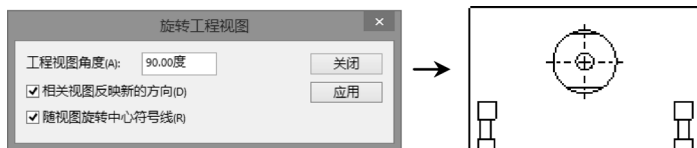

图 7-74 “旋转工程视图”对话框和视图旋转效果
STEP 3 单击“视图”工具栏中的“旋转视图”按钮，在打开的“旋转工程视图”对话框中设置视图旋转的角度为 90°，单击“应用”按钮旋转视图，如图 7-74 所示。